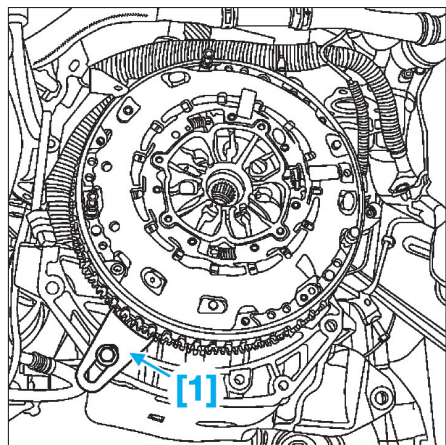

FIG. 1
- Bloquer le volant moteur à l'aide de l'outil d'immobilisation du volant moteur [1] (Fig.1).